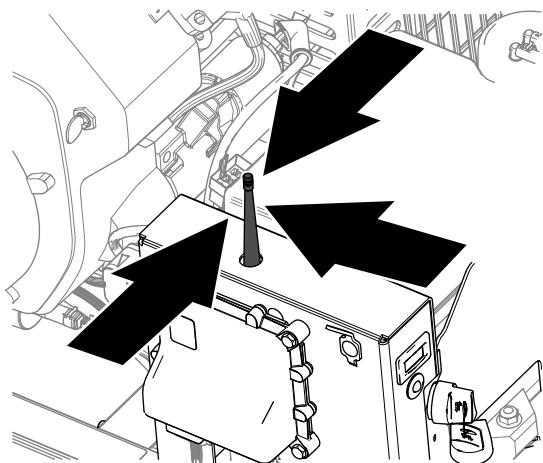

Figure 50
3. Prenez la télécommande à la main et tenez-vous près du module de commande sans fil de façon à avoir un champ de vision direct et dégagé vers l'antenne (Figure 50).